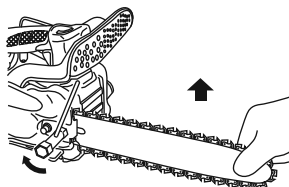

Fig. 6
8. Soulevez l'extrémité du guide-chaîne et, avec la clé universelle spéciale, resserrez fermement les écrous de la bride du guide-chaîne. (Fig. 6)